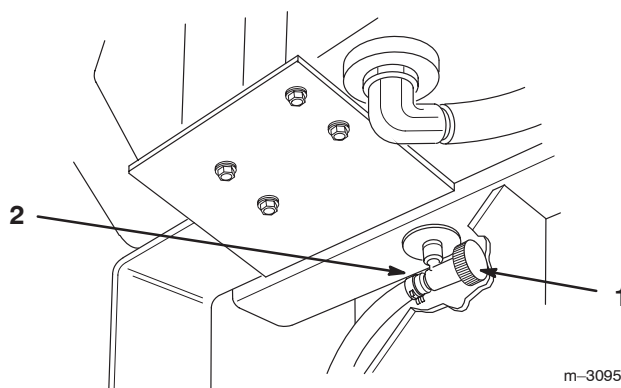

Bild 29
2. Schließen Sie den Kraftstoffhahn am Kraftstofftank (Bild 29).
3. Drücken Sie die Enden der Schlauchklemme zusammen und schieben Sie sie an der Kraftstoffleitung weg vom Kraftstoffhahn (Bild 29).
4. Ziehen Sie die Kraftstoffleitung vom Kraftstoffhahn (Bild 29). Öffnen Sie den Kraftstoffhahn und lassen Sie den Kraftstoff in einen Benzinkanister oder ein Auffanggefäß ablaufen.
6. Öffnen Sie den Kraftstoffhahn am Kraftstofftank (Bild 29).